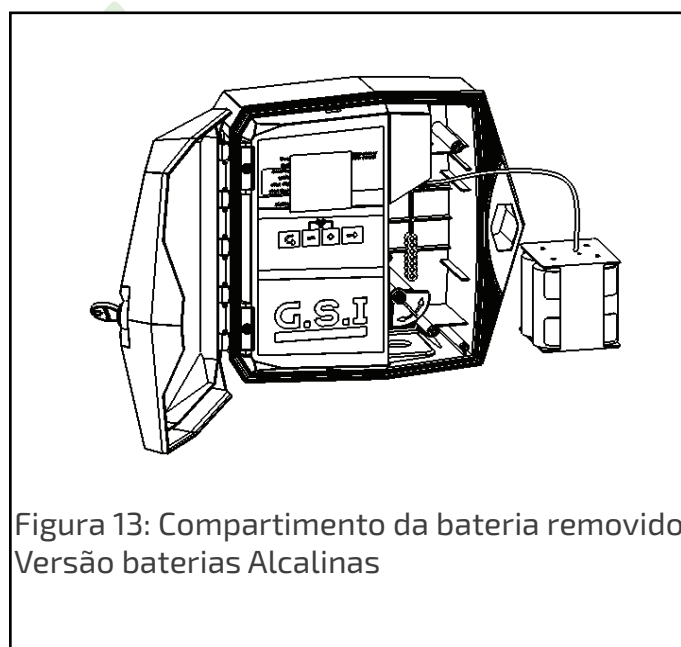

Figura 13: Compartimento da bateria removido
4. Gire a tranca do compartimento da bateria em 90 graus e remova o compartimento da bateria. (Figura 13)
4. Gire a tranca do compartimento da bateria em 90 graus e remova o compartimento da bateria (Figura 13).